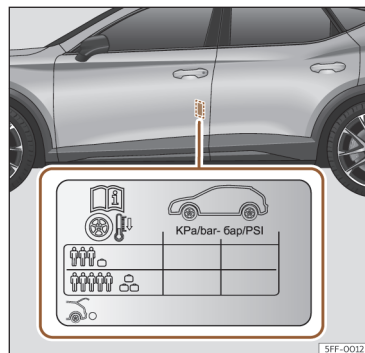

Fig. 235 Localização do autocolante da pressão de ar dos pneus.
- Adapte a pressão dos pneus à carga transportada pelo veículo >>> **Fig. 235.**
Os valores da pressão de enchimento indicam-se na etiqueta autocolante situada na zona posterior da moldura da porta dianteira esquerda >>> **Fig. 235.**
A pressão dos pneus tem de ser ajustada à carga momentânea do veículo. Se pretender utilizar o veículo com a carga máxima, terá de aumentar a pressão dos pneus para o valor máximo indicado na etiqueta >>> **Fig. 235.**
No caso de uma roda de emergência mais estreita (125/70 R16 ou 125/70 R18), encher a 4,2 bar de pressão segundo indicado na etiqueta de pressão dos pneus >>> **Fig. 235.**
- O condutor é responsável por garantir que todos os pneus do veículo estejam cheios com a pressão correta. A pressão de ar recomendada é indicada num autocolante >>> **Fig. 235.**
- Com os pneus a frio, deverá manter-se sempre a pressão indicada no autocolante >>> Fig. 235.